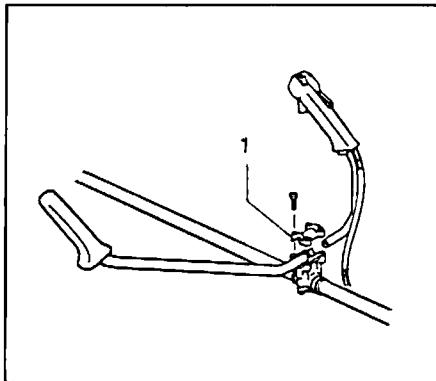

Fig. 1-3
(En) Remove the handle bracket (1) from the assembly. (Fig. 1-3)
(Fr) Déposer le support de poignée (1) de l'ensemble. (Fig. 1-3)
(Sp) Quitar el soporte del manillar (1). (Fig. 1-3)